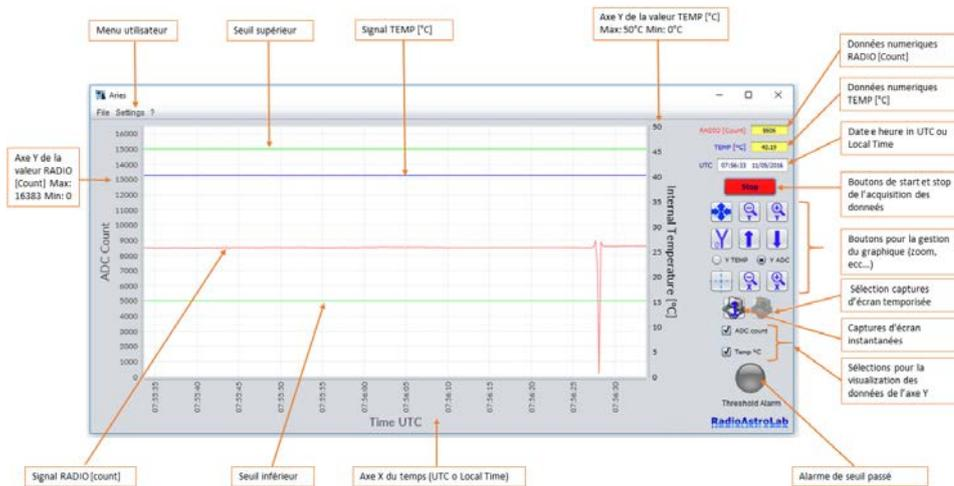

FIGURE 1.1 – Fenêtre principale du logiciel *Aries* (les paramètres concernent le modèle de récepteur *RAL10*).
Aries (Fig. 1.1) est un logiciel élaboré et facile à utiliser pour les ordinateurs personnels (PC), développé pour gérer l'acquisition et le contrôle automatique des récepteurs micro-ondes à puissance totale de la série *RAL10* de *RadioAstroLab*. Conçu pour optimiser la "force" et la flexibilité dans la communication série typique de la famille *RAL10*, le logiciel contrôle les paramètres de fonctionnement du modèle utilisé (*RAL10KIT*, *RAL10AP*, *RAL10*) : avec le style d'un enregistreur graphique, *Aries* affiche la tendance des mesures dans le temps et stocke les informations obtenues par le biais de plusieurs modes et formats.
Sur la Fig. 1.1 vous pouvez voir la console principale du programme d'affichage et de contrôle : c'est une fenêtre graphique qui affiche la tendance dans le temps du signal radiométrique acquis et, éventuellement, d'autres signaux auxiliaires gérés par le récepteur spécifique utilisé, comme la température intérieure de l'instrument.